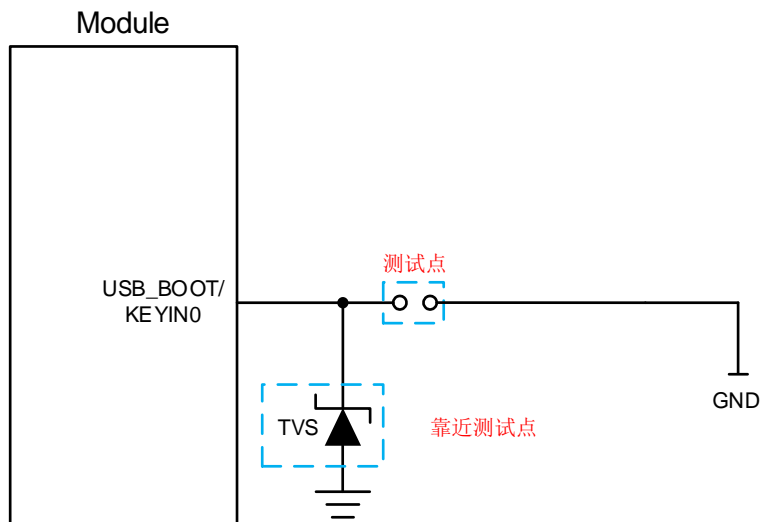

图 18: 强制下载接口参考设计电路图
2. 使用 MCU 控制模块进入强制下载模式时，需按照如上时序图进行控制；如需手动进入强制下载模式，按照图 18 所示短接测试点即可。